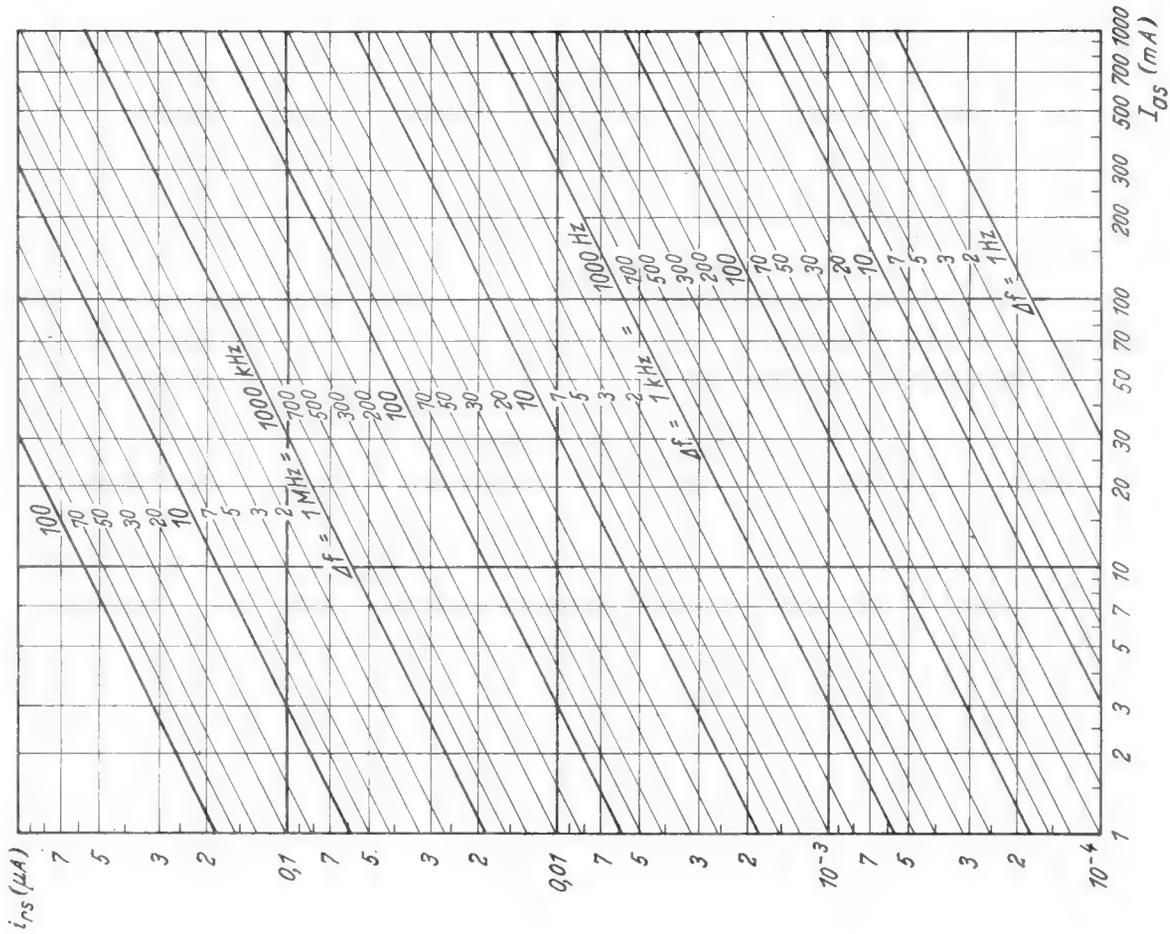

Bild 4. Diagramm zur Berechnung des Kurzschluß-Rauschstroms bei gegebenem Anodengleichstrom und gegebener Bandbreite für eine gesättigte Entladung.
Das Diagramm Bild 4 stellt auf Grund von Formel (17) den Rauschstrom in Abhängigkeit vom Anodengleichstrom und der Bandbreite dar.